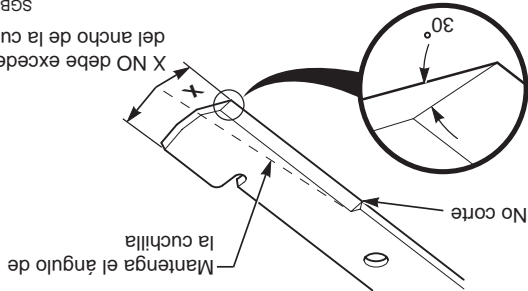

Figura 7-7. Afilado de las cuchillas
NO afilie las cuchillas más de 1/3 del ancho de la cuchilla. Vea la Figura 7-7.
1. Afíle el borde de corte en el mismo bisel que el original. Vea la Figura 7-7. Sólo afíle la parte superior del borde de corte para mantener el filo.